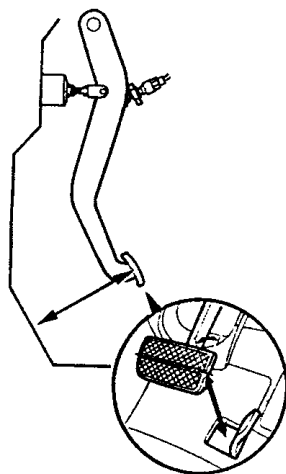

图 8-2 测量踏板高度
2) 卷起地毯, 在绝缘件切口处, 如图 8-2 所示, 测量从踏板垫的右侧中间位置(LHD 型)至踏板高度。标准踏板高度(移开地毯): CVT: 145mm; M/T: 141mm。